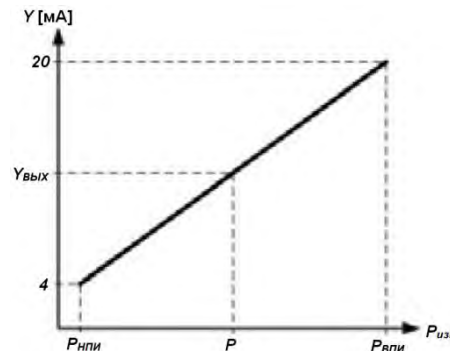

Рисунок 5. Характеристика изменения выходного сигнала тока ($Y_{вых}$) от входного давления (P).
2.7. В процессе эксплуатации прибор обеспечивает линейно-возрастающую характеристику связи выходного сигнала с измеренным давлением (P) (рис. 5). Определяется текущее значение выходного тока $Y_{вых}$ [мА] из формулы: